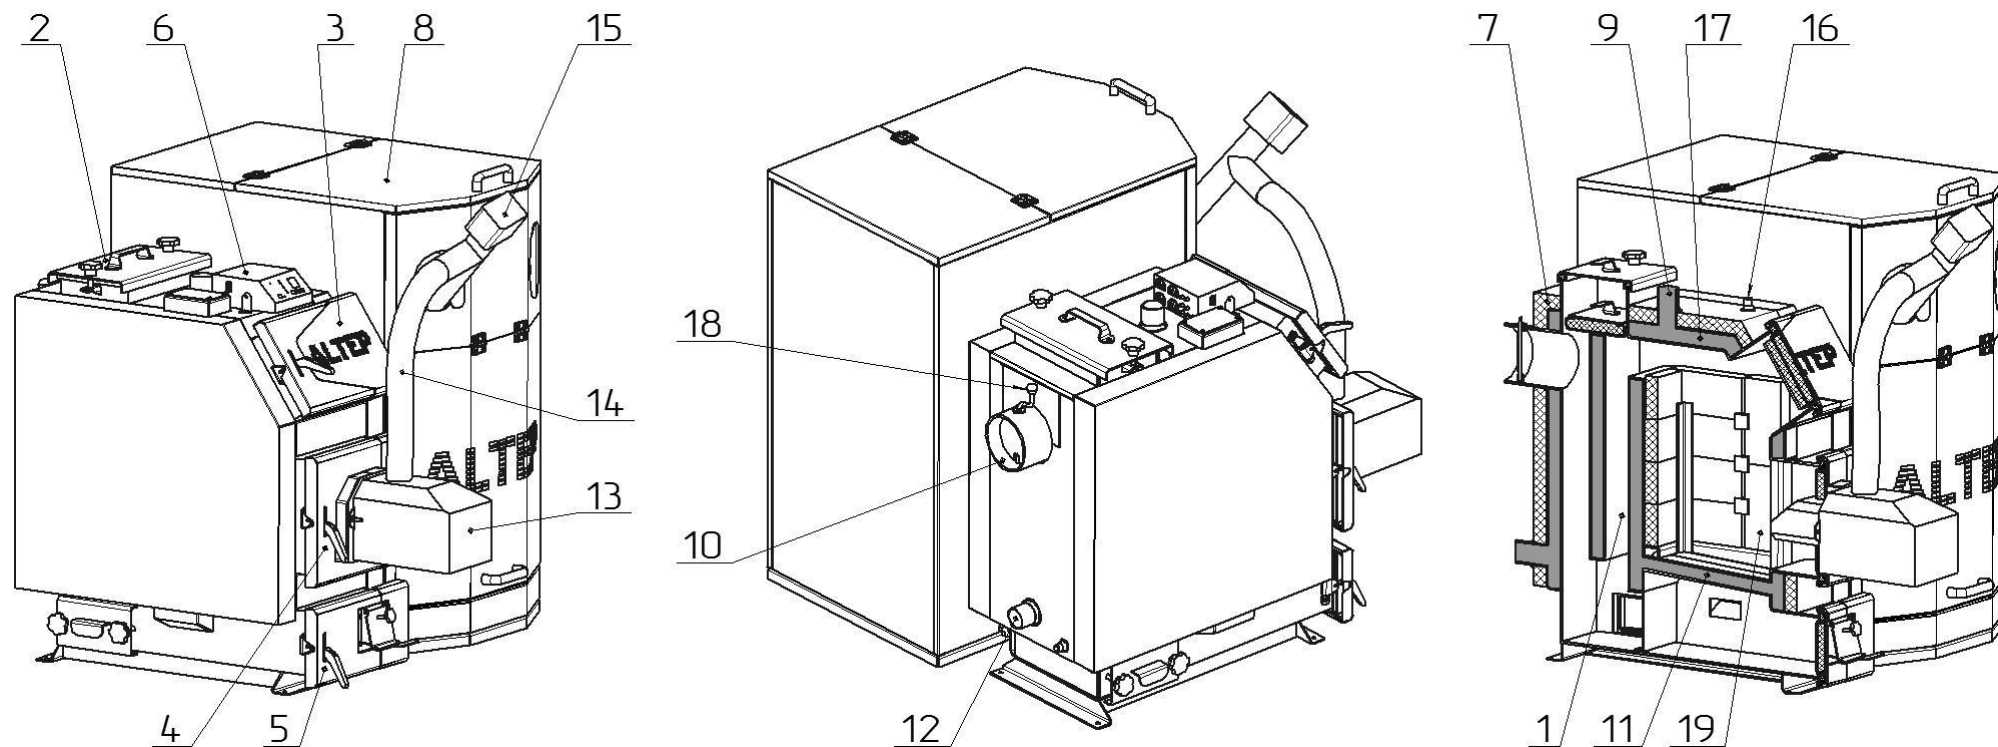

Рисунок 2 – Зовнішній вигляд та основні елементи котла типу КТ-3Е-РР
Корпусом котла (поз. 1, рис. 2) є паралелепіпед з подвійними стінками, які розділені водними перегородками (поз. 17, рис. 2). Топочна камера розташована перед двоходовим теплообмінником.
- шнекового (гвинтового) механізму подачі палива, який приводиться в рух мотор-редуктором (поз. 15, рис. 2);
- автоматичного пелетного пальника (поз. 13, рис. 2);
- електронного контролера температури (поз. 6, рис. 2).
Паливо для процесу спалення подається автоматично з розташованого біля котла бункера для палива (поз. 8, рис. 2) за допомогою гвинтового (шнекового) механізму подачі. Шнековий механізм з'єднується з пальником гнучким гофрованим рукавом (поз. 14, рис. 2), що виготовлений з легкоплавкого матеріалу. Згоряння палива (пелети) відбувається в камері згоряння пальника на рухомому колоснику, який виготовлений з жароміцної сталі. Камера згоряння пальника виконана з вогнетривкої кераміки.
Обслуговування котла полягає у періодичному додаванні палива у бункер (поз. 8, рис. 2) та усуненні золи нижньої частини корпусу котла без необхідності погашення котла. Після розпалення котел не потребує постійного перебування у приміщенні, де він змонтований, обслуговуючого персоналу. Експлуатація котла може відбуватися безперервно під час всього опалювального сезону. Котел може також працювати після опалювального сезону в системі з бойлером на гаряче водопостачання.
Димові гази виходять у димохід крізь боров (поз. 10, рис. 2), розташований у задній частині котла. Боров обладнано вбудованим дросельним клапаном продуктів згоряння – шибером (поз. 18, рис. 2). У випадку надто високої тяги у димоході шибер дає можливість її знизити шляхом часткового перекривання вихідного отвору борова.
- дверцята топки (поз. 3, рис. 2);
- дверцята пальника (поз. 4, рис. 2);
- дверцята зольника (поз. 5, рис. 2).
- патрубок прямої мережної води (поз. 9, рис. 2);
- штуцер для встановлення запобіжного клапана (поз. 16, рис. 2);
- дверцята для періодичного обслуговування (чищення) конвективної частини котла (поз. 2, рис. 2).
В нижній частині, на задній стіні, – патрубок зворотної води (поз. 12, рис. 2) та зливний патрубок.
Корпус котла обкладений теплоізоляційним матеріалом – мінватою (поз. 7, рис. 2)
Для можливості роботи котла в режимі ручного завантаження палива до топки (наприклад, дрова), у нижній частині топки розміщені колосникові ґрати (поз. 11, рис. 2). Крім того, на верхній стінці корпусу котла передбачені посадочне місце для монтажу вентилятора (закрите заглушкою), який буде нагнітати повітря до камери згоряння (керування вентилятором здійснюється контролером автоматично).
Для стабілізації процесу згоряння палива, можливо, як опція, замовлення модифікації котла з встановленими керамічними каталізаторами (поз. 19, рис. 2).